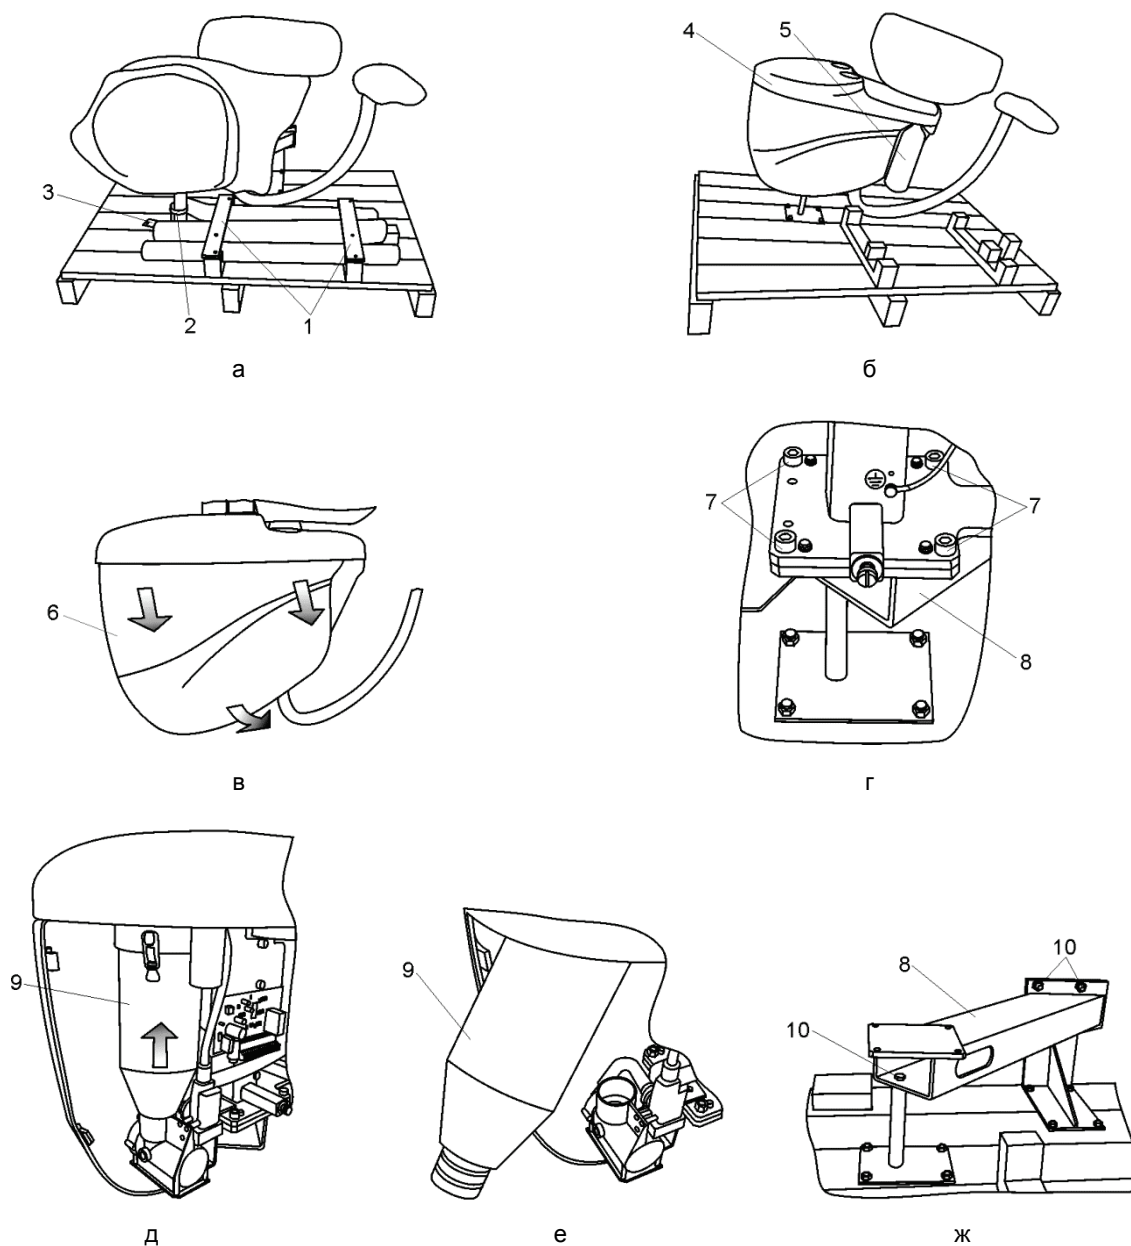

Рис. 36. Извлечение навесного оборудования из упаковки
- ❑ Снимите две планки 1 (см. рис. 36а) и хомут 2, удерживающие блок наконечников.
- ❑ Снимите защитную пленку с основного корпуса гидроблока 4 (см. рис. 36б).
- ❑ Снимите левую панель гидроблока 6, для этого (см. рис. 36в) потяните основание панели на себя и вытяните ее вниз.
Отверните четыре болта 7, удерживающие гидроблок на кронштейне 8 (см. рис. 36г).
Примечание. Если в состав гидроблока входит сепаратор и он ограничивает доступ к болтам 7, то сепаратор нужно переместить в удобное для демонтажа место. Для этого (см. рис. 36д) переместите прозрачный кожух сепаратора 9 вверх на 30...35 мм и отклоните его в сторону (см. рис. 36е).
- ❑ Отверните три болта 10 (см. рис. 36ж) и снимите кронштейн 8.